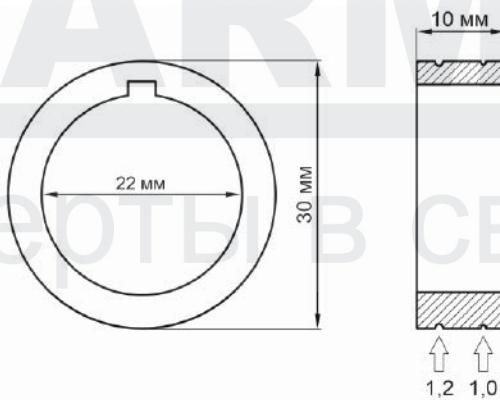
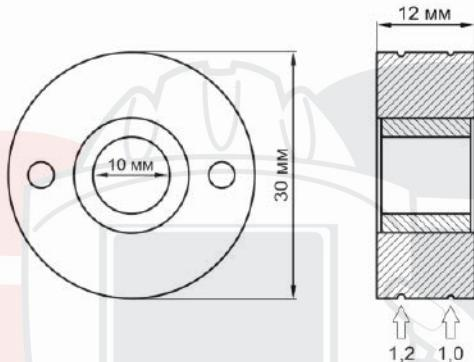

Рис. 8.3.2. Общий вид подающего ролика для подающего устройства WF-501.
Рис. 8.3.4. Общий вид подающего ролика для подающего устройства WF-502 Digital, WF-503 NAVY.
В зависимости от диаметра сварочной проволоки выберите канавку на подающем ролике (См. рис. 8.3.2).
В зависимости от диаметра сварочной проволоки выберите канавку на подающем ролике (См. рис. 8.3.4).
2. Установите необходимую канавку в зависимости от диаметра сварочной проволоки ролик (См. рис. 8.3.2 для WF-501 и рис. 8.3.4 для WF-502 Digital, WF-503 NAVY).